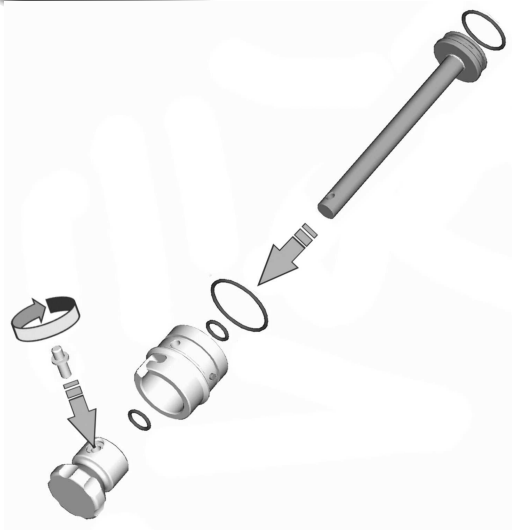

Fig.1
- Posizionare il pomolo del pistone sullo stelo e avvitare il perno in acciaio. Verificare che il pistone scorra agevolmente nella sede (fig. 1).